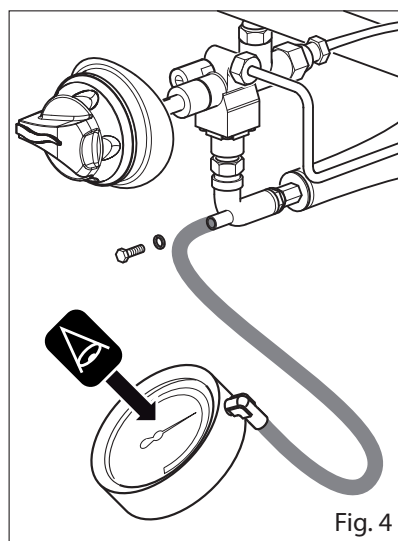

Fig. 4
- Desatornillar el tornillo de la toma de presión (Fig. 4);